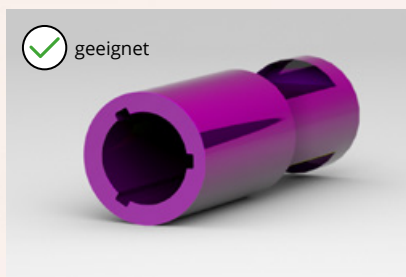

Abb. 1 Ein unbeschädigtes Laborimplantat (K-Serie).
- Die Laborimplantate müssen an der Implantatschulter unbeschädigt sein (Abb. 1 und 2)